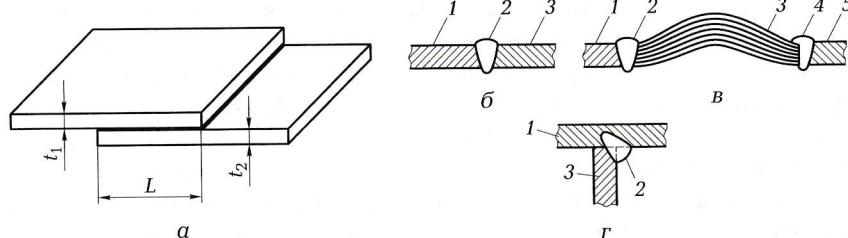

Рис. 1.3. Виды паяных соединений:
свойств соединений. В радиомонтаже чаще всего используют соединения внахлест (рис. 1.3, *а*) и встык (рис. 1.3, *б*, *в*, *г*).
6. Состыкуйте провода (рис. 1.3, б).